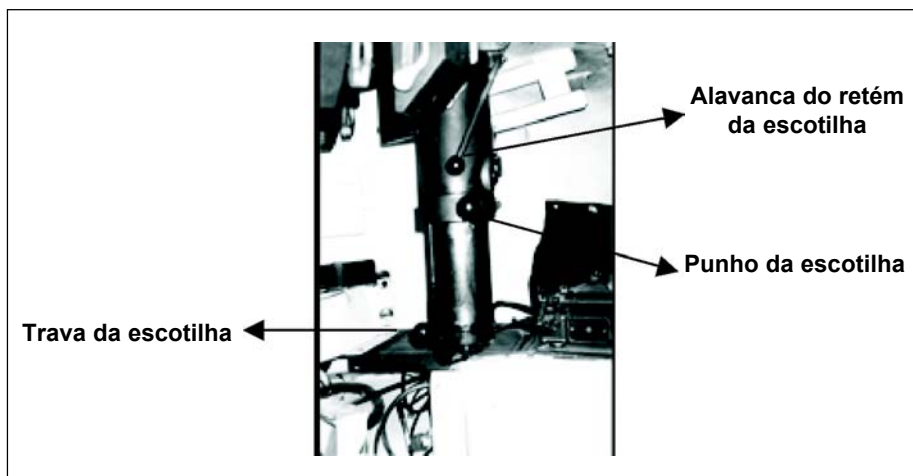

Fig 2-2. Escotilha do Cmt CC
(4) Para abrir a escotilha do Aux At, estando do lado de fora do CC, basta realizar uma rotação no sentido anti-horário na alavanca de abertura da escotilha. Para fechar, deve-se realizar a operação inversa. Para realizar a abertura da escotilha do Cmt CC, deve-se realizar as seguintes operações (Fig 2-2):